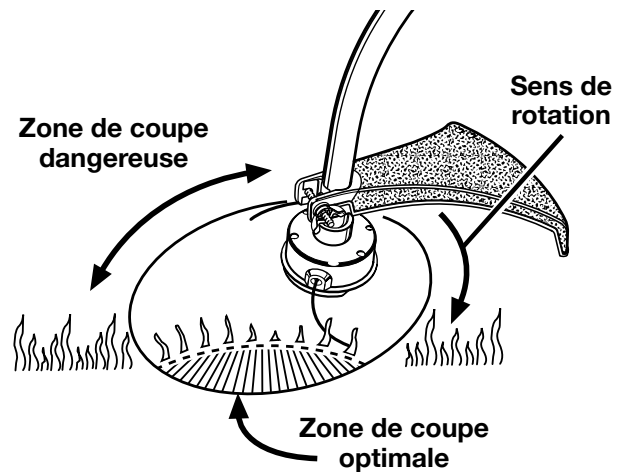

Figure 18
Voir les figures 18 et 19.
2. Pour couper avec le taille-bordures à arbre courbe, utiliser un mouvement de balayage de droite à gauche. Ceci évite que les débris soient projetés en direction de l'opérateur. Éviter de couper dans la zone dangereuse montrée aux figures 18 et 19.